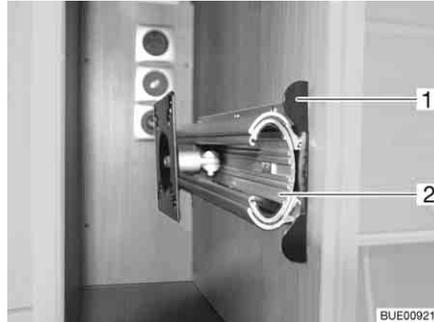

Fig. 54 Soporte en el armario de TV
- Hundir el listón de desbloqueo (Fig. 54,1).
- Extraer el dispositivo de extracción (Fig. 54,2) hasta el tope.
- Introducir el dispositivo de extracción (Fig. 54,2) hasta que engatille el listón de desbloqueo (Fig. 54,1).